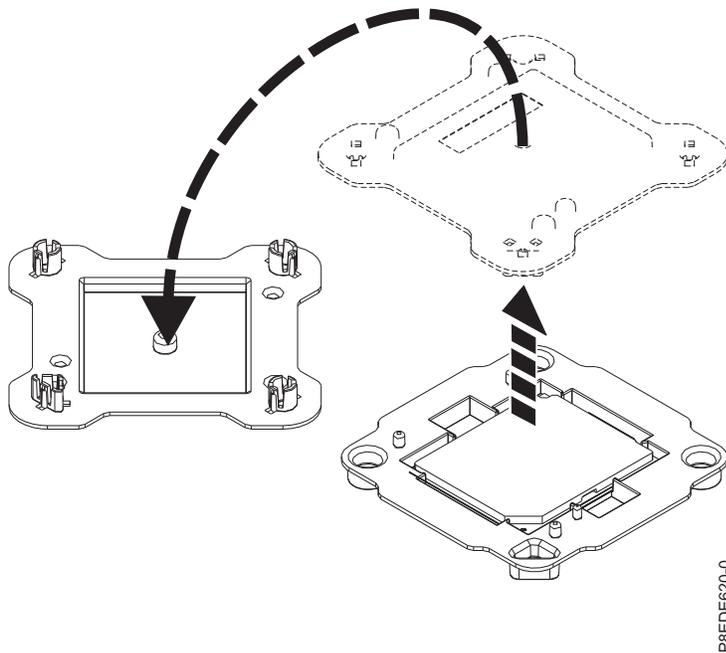

Abbildung 4. Verpackung des Systemprozessormoduls öffnen
5. Öffnen Sie die Verpackung des neuen Systemprozessormoduls und legen Sie die Abdeckung mit der Oberseite nach unten neben den Träger, siehe Abb. 4 auf Seite 7. Die Abdeckung wird für das Sys-